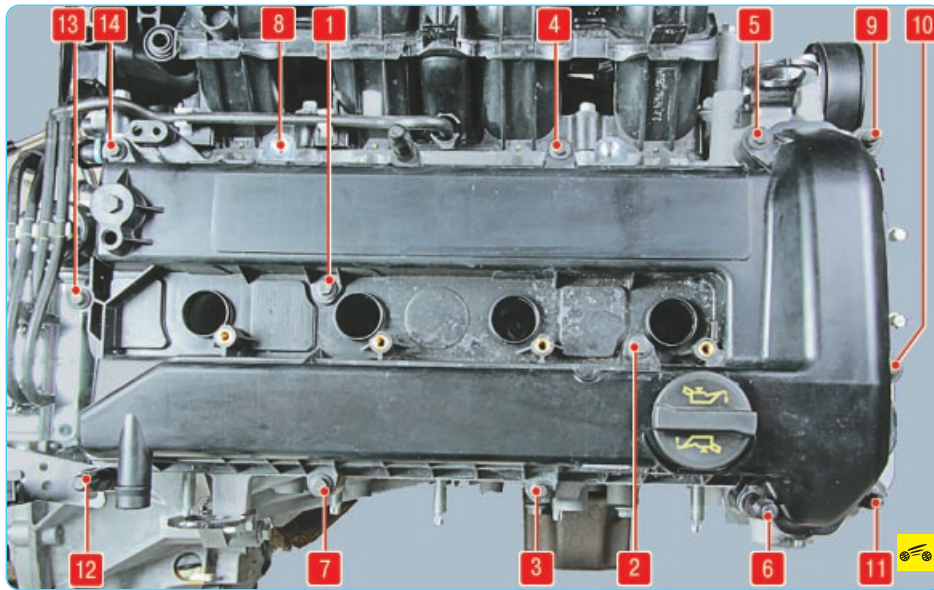

Рис. 5.12. Порядок затяжки болтов крепления крышки головки блока цилиндров на двигателе Duratec-HE объемом 2,0 л
7. Выверните семь болтов и пять болтов-шпилек крепления крышки головки блока цилиндров (рис. 5.12)...
10. Установите крышку головки блока цилиндров с новой прокладкой и все снятые детали в порядке, обратном снятию. Болты крепления крышки затягивайте в порядке, показанном на рис. 5.12, в два этапа: